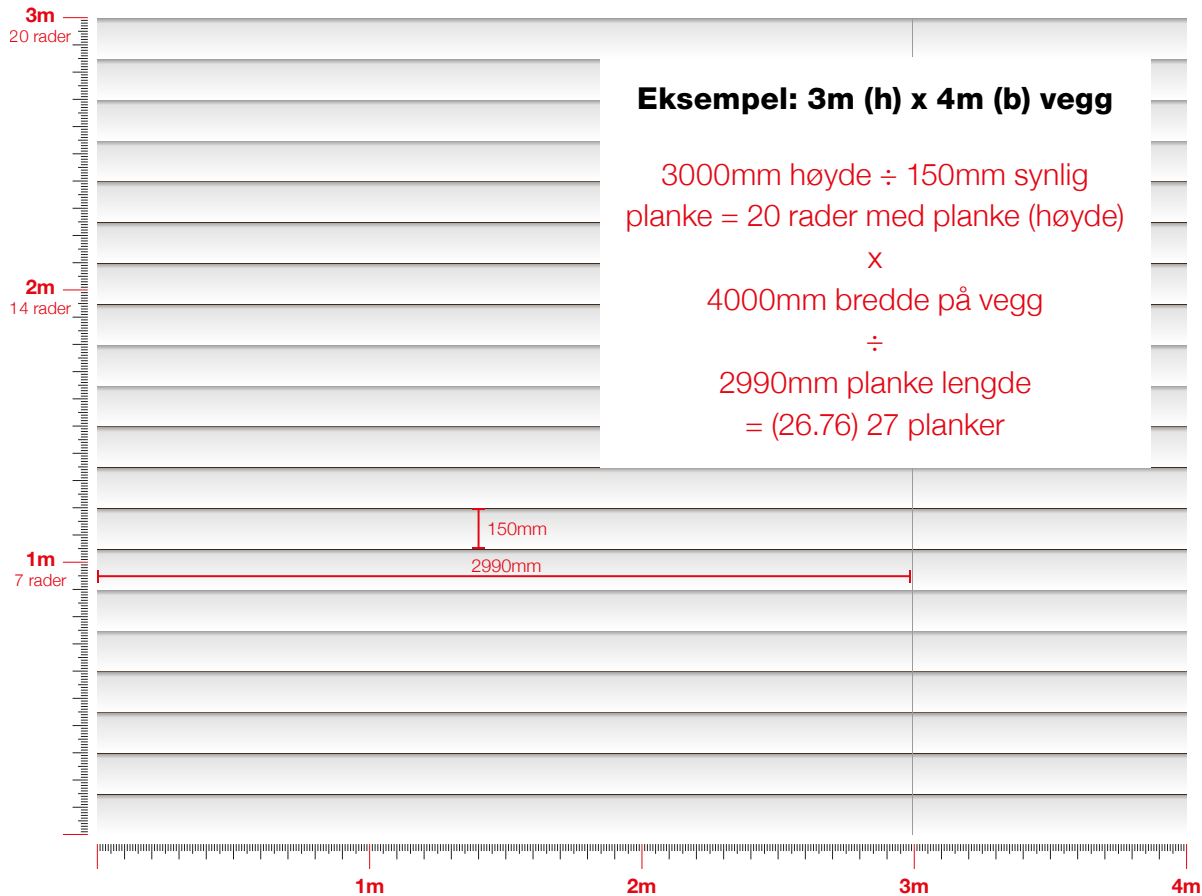

fig.42 –
3. Del på 2990 mm (Lap plankelengde) for å kalkulere antallet planker du behøver (rund opp til en hel planke) – se et eksempel i fig. 42)